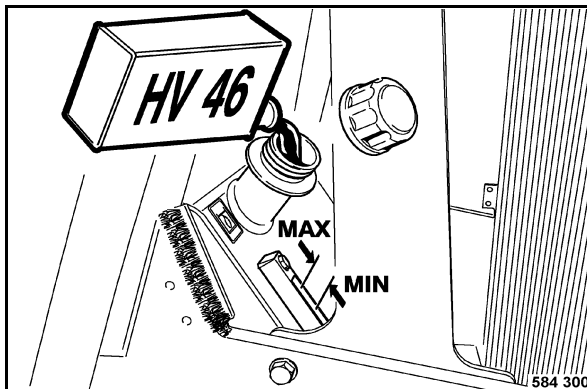

fig. 125
- Vérifier le niveau d'huile au regard (fig. 125) au réservoir d'huile hydraulique.